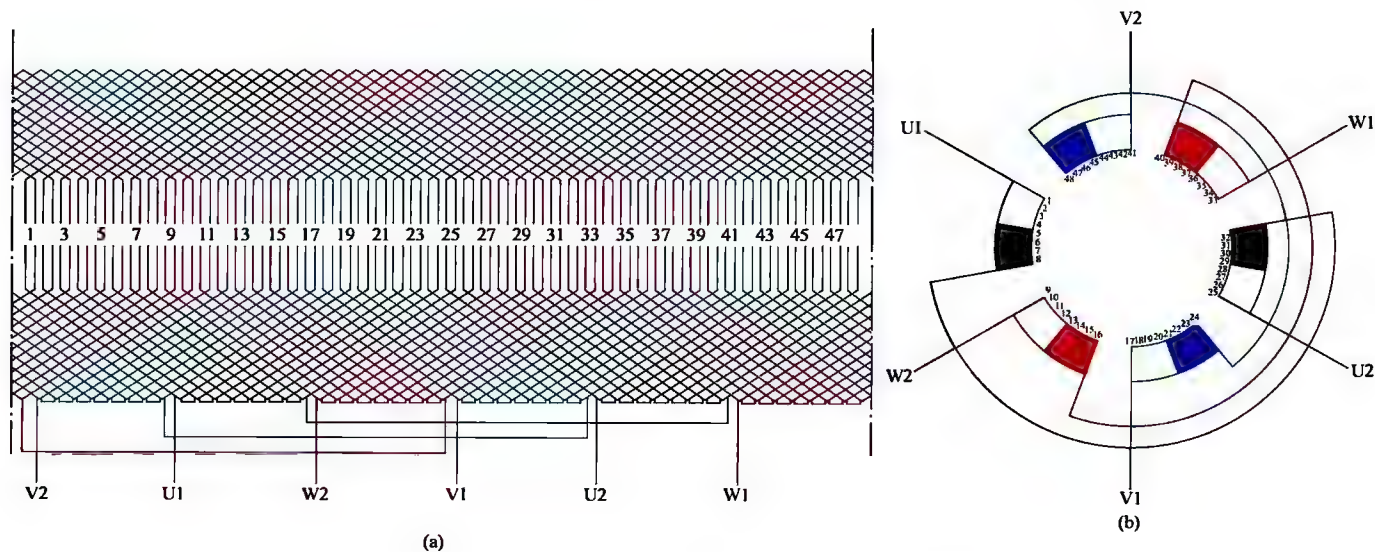

图 1-18 三相 2 极 48 槽双层叠绕组 1 路接法
18. 三相 2 极 48 槽双层叠绕组 1 路接法展开图与接线圆图（见图 1-18）